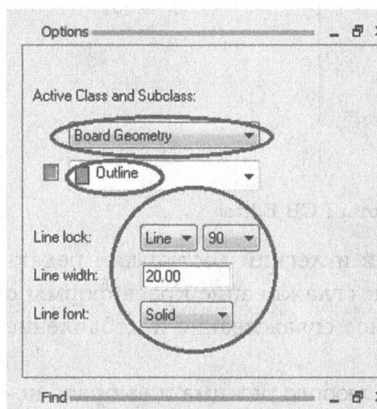

Рис. 21.9. Установка параметров линий
1. В меню Add выберите Line. Панель Options изменится, как показано на рис. 21.9.